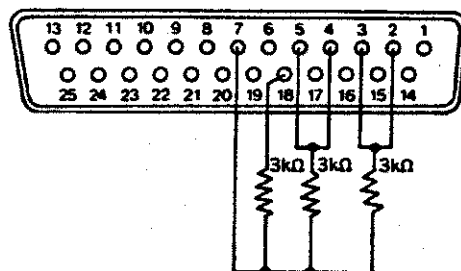

図5-26 RS232Cチェック回路
- ① [図5-26]にしたがってコネクタの接続を行ないます。25ピン・コネクタ(DP-25P)などを利用して下さい。
- ② 使用するボー・レート、データ・フォーマットを設定します。設定方法は
- ③ と設定して、バイナリ・フォーマットを指定します。
- ④ と設定します。この場合の はチェック・データです。チェック・データは任意に変えることができます。
- ⑤ 正常に動作している場合は、**RAM** 表示部に表示される出力データと、**ROM** 表示部の表示は同じとなります。